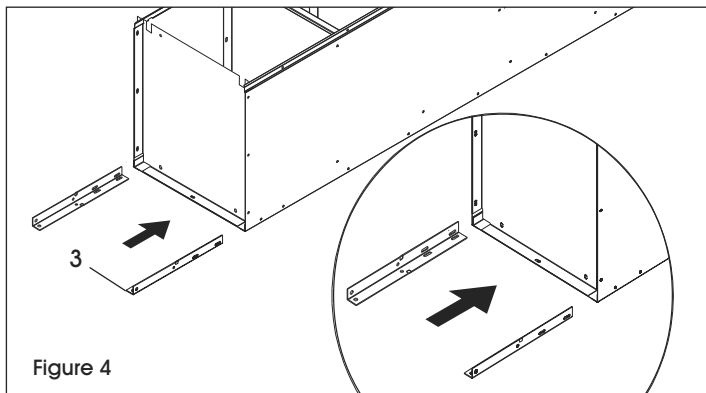

Figure 4
5. Insérez les pattes arrière (3) dans les coins extérieurs entre le bas et le panneau latéral. Boulonnez la patte au panneau latéral à l'aide de deux boulons et écrous par patte. (Voir Figure 4)